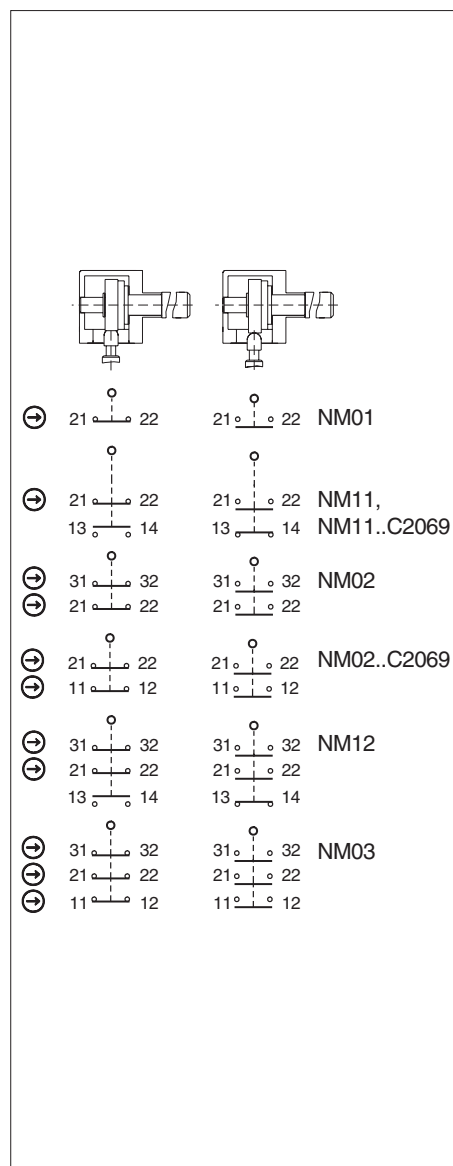

Fig. 3: Microinterruttori e commutazioni
Occorre utilizzare almeno un contatto (☞). Questo segnala la posizione del riparo (per la disposizione dei contatti vedere Fig. 3).
3. Collegare e serrare i morsetti con una coppia di 0,5 Nm (per la disposizione dei contatti vedere Fig. 3).